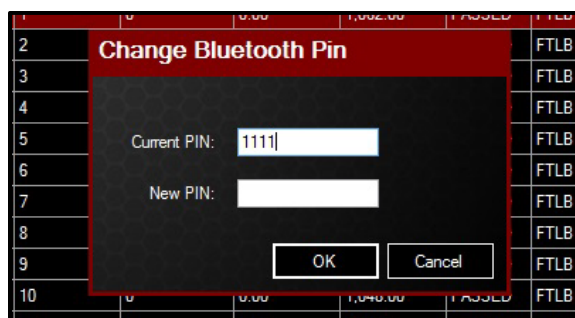

Figure 5.8-2 : Modification du NIP Bluetooth
- Une fenêtre de dialogue demandera de confirmer l'ancien NIP et d'entrer un nouveau NIP (Figure 5.8-2).